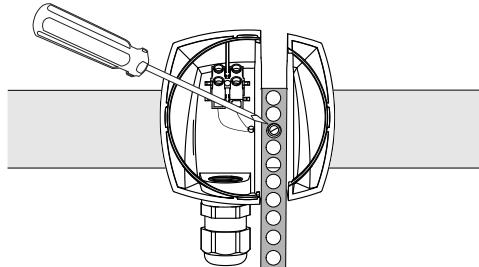

Bild 2 Metallband befestigen
- Das Metallband mit der dafür vorgesehenen Schraube befestigen, wie in Abbildung *Bild 2* dargestellt.